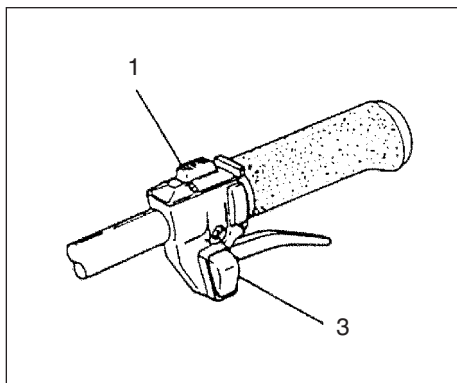

Fig. 2-2
Start (Fig. 2-2, 2B)
1. Sett tenningsbryteren (1) i posisjon ON (PÅ). (fig. 2-2)
2. Med sikkerhetshendelen (2) trykket inn, trekkes det i gasshåndtaket og låseknappen (3) dyttes inn (hvis slik utstyrt), mens først gassen slippes sakte, deretter sikkerhetshendelen. Dette låser gassen i startposisjon. (fig. 2-2, 2B)